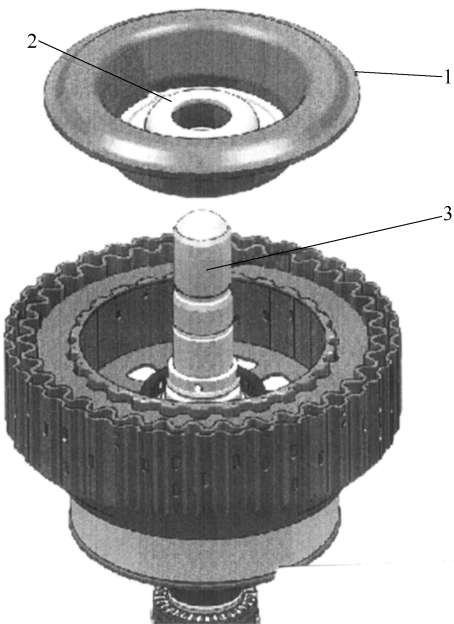

图 2-2-45 将压板和活塞向上放到轴上方
(3) 将压板 1 和活塞 2 小心地向上放到轴 3 上方，如图 2-2-45 所示。同时压板 1 和活塞 2 的内侧工作面不允许与轴接触。
- (4) 将压板 1 和活塞 2 小心地向下放到轴 3 上方，如图 2-2-45 所示。同时压板 1 和活塞 2 的内侧工作面不允许与轴接触。
- (5) 将压板和活塞均匀地压入输入轴直至极限位置。